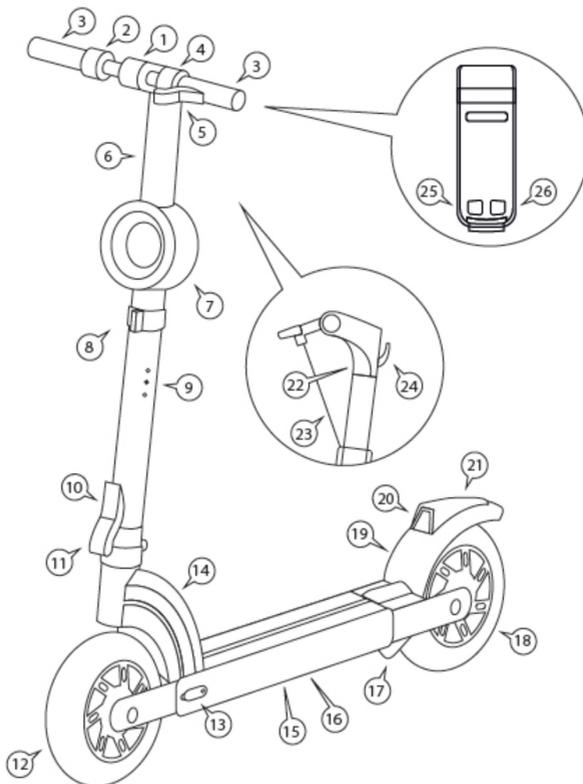
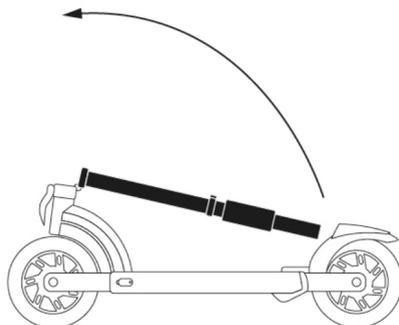
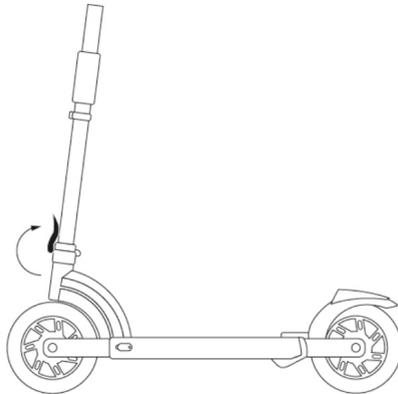

Abbildung 2 - Komponenten des Rollers
Abbildung 9 - Positionierung der Lenksäule
Abbildung 10 - Schließen des Entriegelungshebels
1. Vergewissern Sie sich, dass der Ver-/Entriegelungshebel (**siehe Punkt 11 Tabelle 1 - Detail der Komponenten des Rollers und Abbildung 2 - Komponenten des Rollers**) vollständig geöffnet ist (nach unten gerichtet) und richten Sie die Lenksäule bis auf ihren Endanschlag auf (**siehe Abbildung 9 - Positionierung der Lenksäule**).
2. Heben Sie den Ver-/Entriegelungshebel bis zum Anschlag an (**siehe Abbildung 10 - Schließen des Entriegelungshebels**) und stellen Sie sicher, dass das Sicherungssystem eingerastet ist (**siehe Punkt 10 Tabelle 1 - Detail der Komponenten des Rollers und Abbildung 2 - Komponenten des Rollers**).
2. Ziehen Sie den mechanischen Bremshebel (**siehe Punkt 5 Tabelle 1 - Detail der Komponenten des Rollers und Abbildung 2 - Komponenten des Rollers**) bis auf